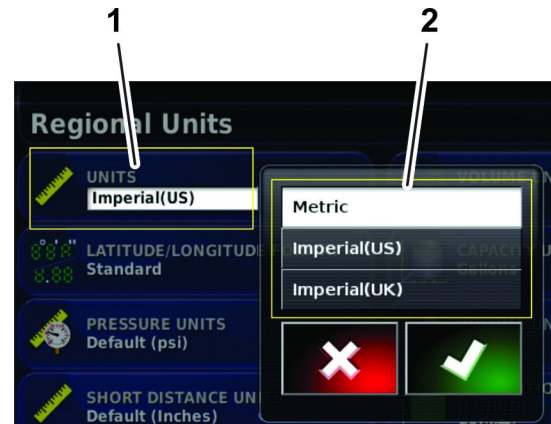

Figure 21
5. Selon les besoins, sélectionnez les unités et le débit d'application corrects, puis appuyez sur l'icône de confirmation (Figure 21).